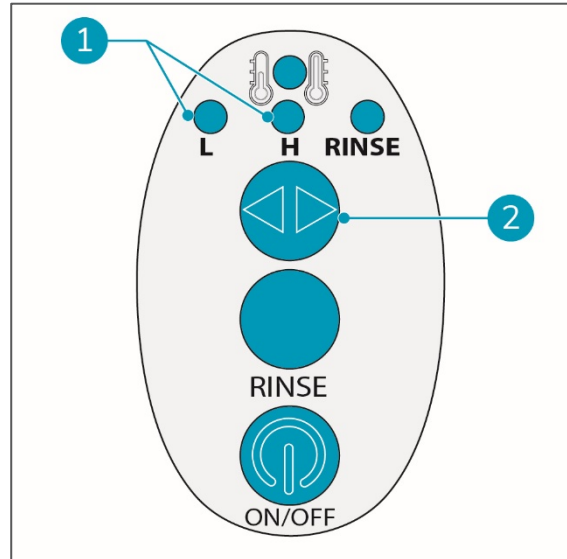

Abbildung 15
1. Drücken Sie den Niedrig (L)/Hoch (H)-Wahlschalter für die Pumpe (Abb. 15, Pos. 2).
2. Beachten Sie die Pumpendrehzahlanzeige (Abb. 15, Pos. 1).